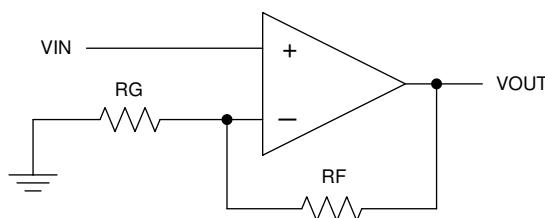

図 8-6. 回路図
- 外付け部品は、可能な限りデバイスに近く配置します。図 8-6 に示すように、寄生容量を最小限に抑えるため、RF と RG は反転入力の近くに配置します。